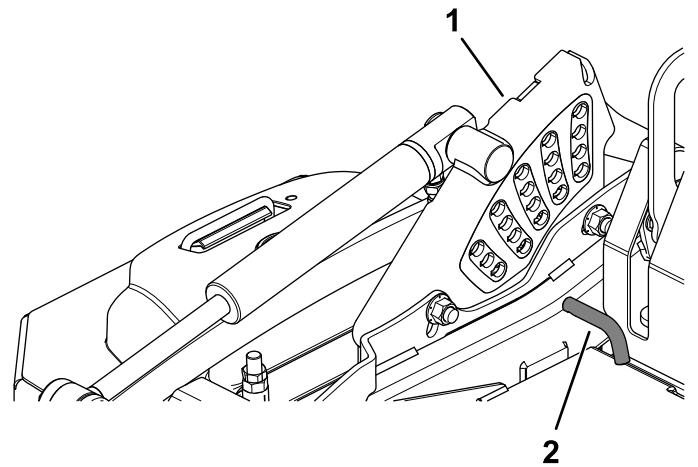

図 25
2. 刈高ピンのロールピンが刈高ブラケットの穴のスロットと揃うまでピンを回転させ、それを取り外す(図 25)。
3. 希望の刈り高さに対応する穴にピンを挿入する(図 25)。
刈高はデッキリフトプレート側面のデカールを参照方(図 25)。